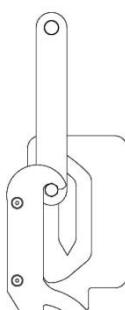

Bild 1
- Flytta krokfästet till "frigöringsläget" genom att dra i lastdragningslänken i vinkel (bild 1).